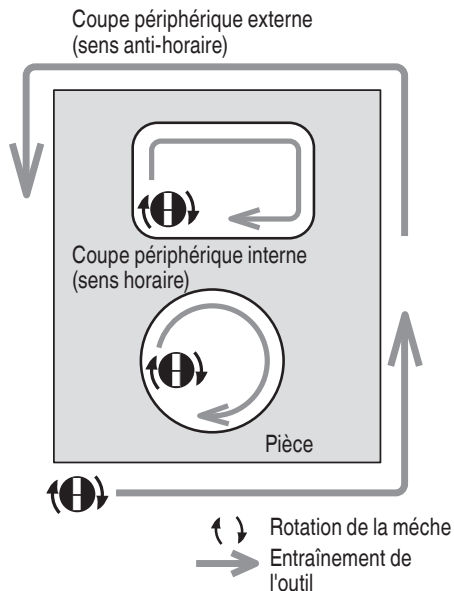

Fig. 14
- (1) Garder le foret séparé des pièces et maintenir fermement le corps avant de mettre l'interrupteur en marche.
- (2) Le foret tourne dans le sens des aiguilles d'une montre (direction de la flèche sur la base). Pour obtenir le maximum d'efficacité au découpage, alimenter l'outil en se conformant aux directions d'alimentation montrées dans la Fig. 14.